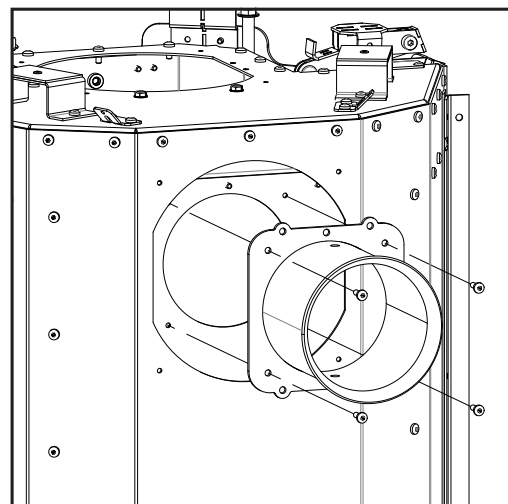

Figure 71: Fixation du robinet d'échappement
10. Fixez le robinet d'échappement à l'endroit où la plaque de blocage a été retirée (voir la Figure 71).